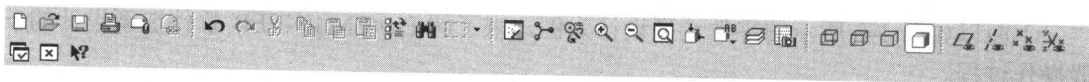

图 1-4 常用工具栏
(3) 常用工具栏。常用工具栏位于主菜单栏的下方(系统默认位置),如图 1-4 所示。它以图标形式直观地表示每个工具的作用,相当于菜单中某些指令的快捷按钮,所以,使用起来非常方便。如果对图标的功能一时想不起,只要将鼠标指针停留在工具栏按钮上,则会显示该按钮对应的功能提示。